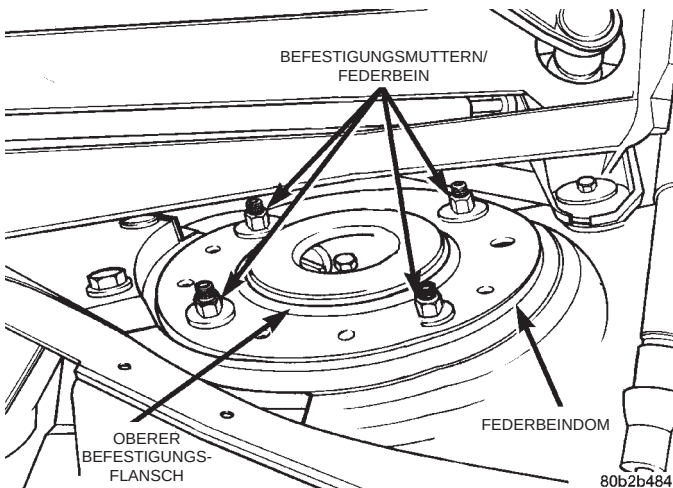

Abb. 15 Befestigung/Federbein im Federbeindom
(9) Die vier Befestigungsmuttern und Unterlegscheiben ausbauen, mit denen der obere Befestigungsflansch des Federbeins im Federbeindom verschraubt ist (Abb. 15).
(1) Das vordere Federbein in den Federbeindom einbauen. Die vier oberen Muttern am Federbeindom aufschrauben (Abb. 15) und mit einem Anzugsmoment von 37 N·m (28 ft. lbs.) festziehen.
(2) Achsschenkel am Federbein montieren.